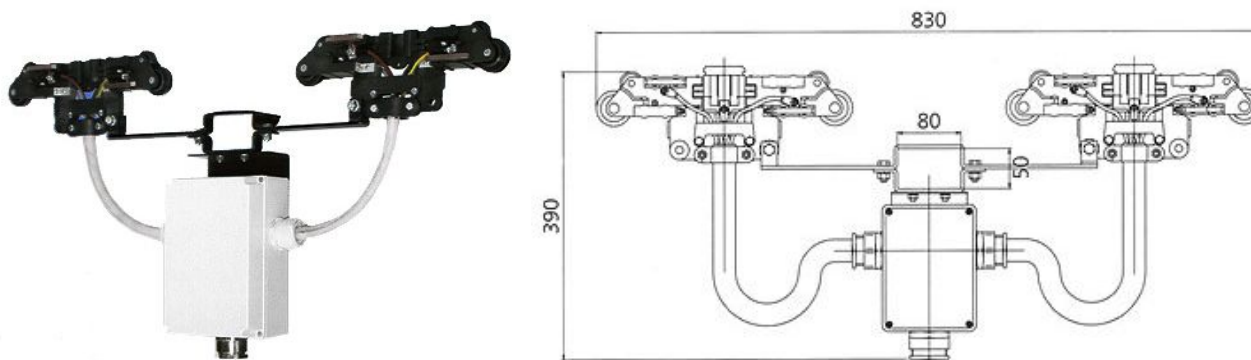

Рисунок 15 – Общий вид токосъемной каретки с 4 или 5 полюсами на 140А.
3.14. Характеристика двойной токосъемной каретки на 140А (см. рис.15):